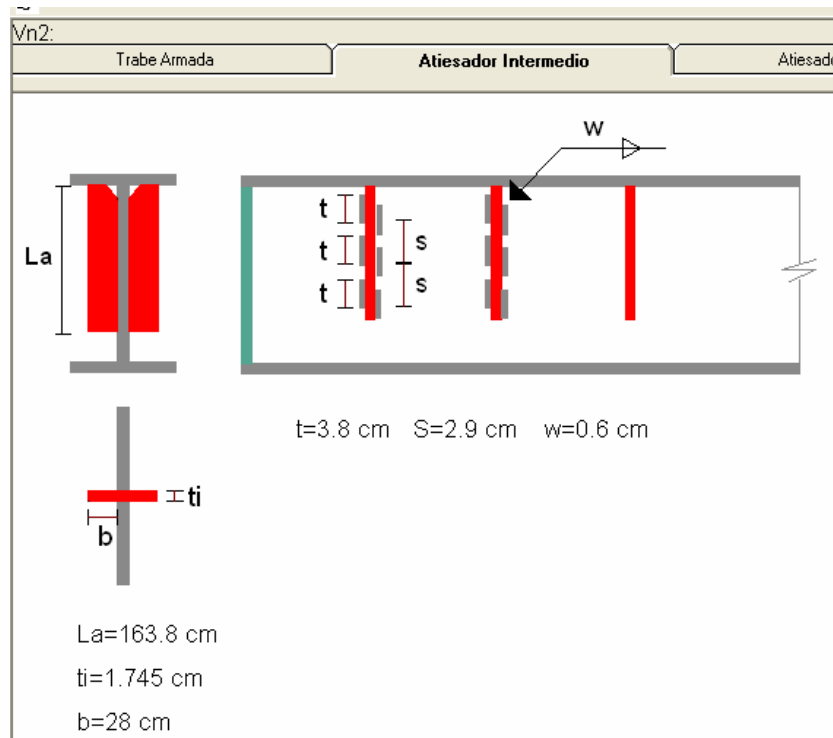

Figura 6.27 Dimensiones de Atiesadores Intermedios.
3. La carpeta “Atiesadores Intermedios”, se ilustra en la Figura 6.27.